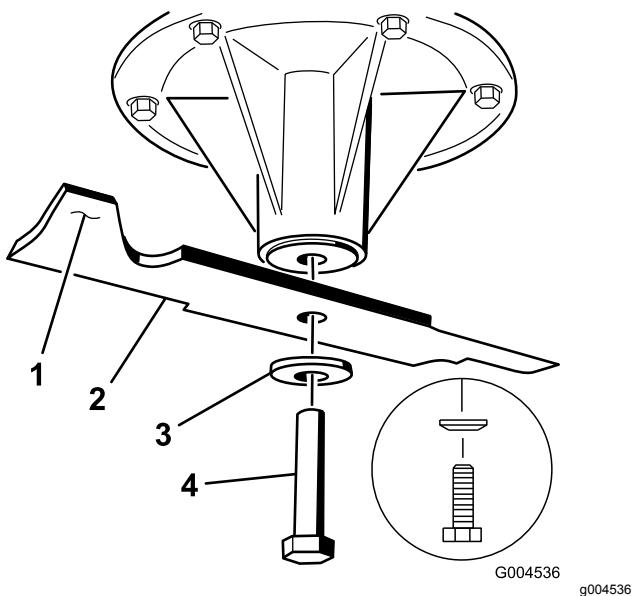

Figura 79
2. Instale la cuchilla en el eje (Figura 79).
3. Instale la arandela curva y el perno de la cuchilla (Figura 79).
**Nota:** El cono de la arandela curva debe estar orientado hacia la cabeza del perno (Figura 79).